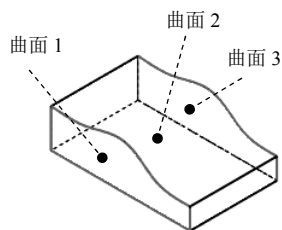

图 6.11.5 定义缝合对象
Step4. 定义缝合对象。选取如图 6.11.5 所示的曲面 1、曲面 2 和曲面 3（或在设计树上选择  **曲面-拉伸1**、 **曲面填充1** 和  **曲面填充2**）为缝合对象。